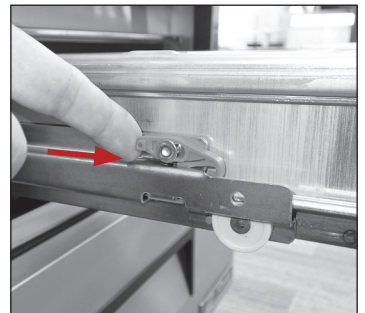

Abb. 6a Schieben Sie die Arretierung nach vorn.
9. Schieben Sie die Kunststoff-Schubladenarretierung nach vorn und heben Sie das vordere Ende an. Siehe Abb. 6a und Abb. 6b.